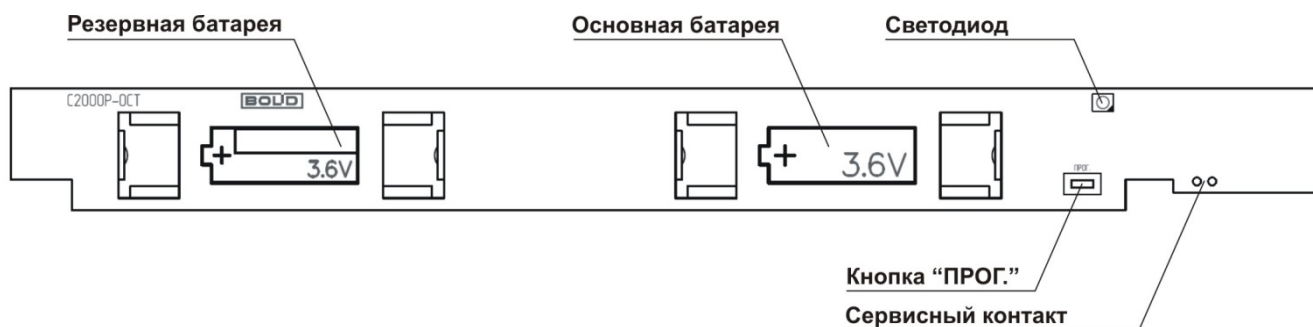

Рисунок 2.2 Расположение элементов на плате
На плате оповещателя располагаются элементы питания и органы управления прибором (см. Рисунок 2.2):
- Нажать кнопку «Прог.» на плате оповещателя (см. Рисунок 2.2) на время более 3 секунд.
Тест качества связи запускается посредством короткого нажатия на кнопку «Прог.» на плате прибора (см. Рисунок 2.2). Запуск процедуры может занимать до 2 секунд, при этом прибор осуществляет анализ радиозфира и регистрацию на оптимальном ПКП или ретрансляторе.
- Отключите все источники питания и нажмите кнопку «Прог.» на плате устройства (см. Рисунок 2.2) до полной разрядки конденсаторов (5-10 с).
- Подайте питание при замкнутом Сервисном контакте (см. Рисунок 2.2).